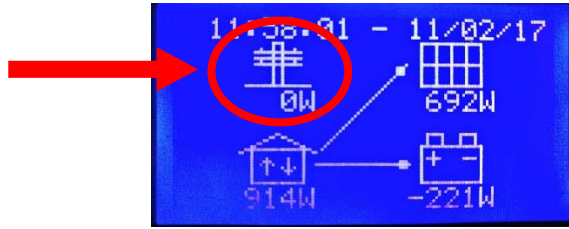

Figura 51 - Verifica n.2
- Attendere che sotto l'icona del PANNELLO compaia una potenza e verificare che: **in qualche minuto la potenza visualizzata sotto il TRALICCIO sia uguale a 0 W**, come mostrato nella foto seguente (Figura 51, Verifica n.2).